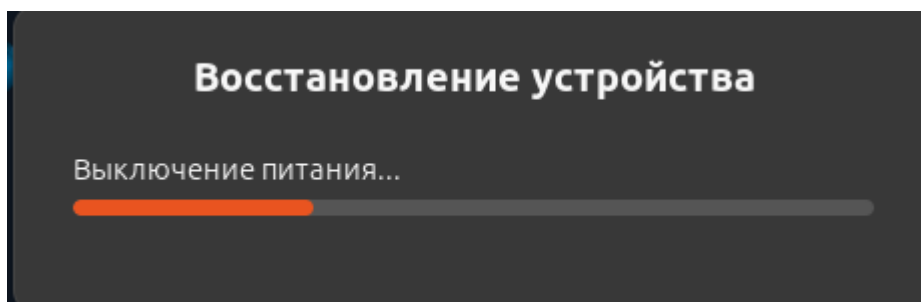

Рисунок II-68 – Уведомление о восстановлении устройства
- неуспешном – запустится восстановление устройства (см. Рисунок II-68).